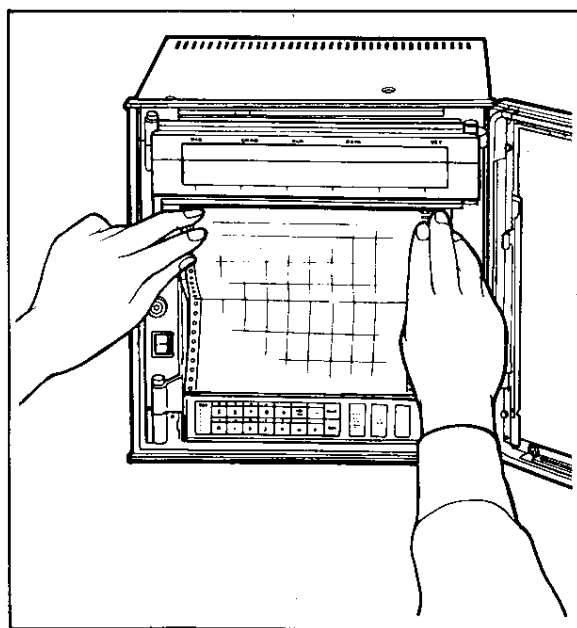

図 5.6
- (6) 記録紙の穴からスプロケットがはずれないように記録紙をおさえ、そのまま記録紙収納部を元の位置まで戻します（一旦止まり、さらに上にあげると元の位置に戻り固定されます）（図5.6）。